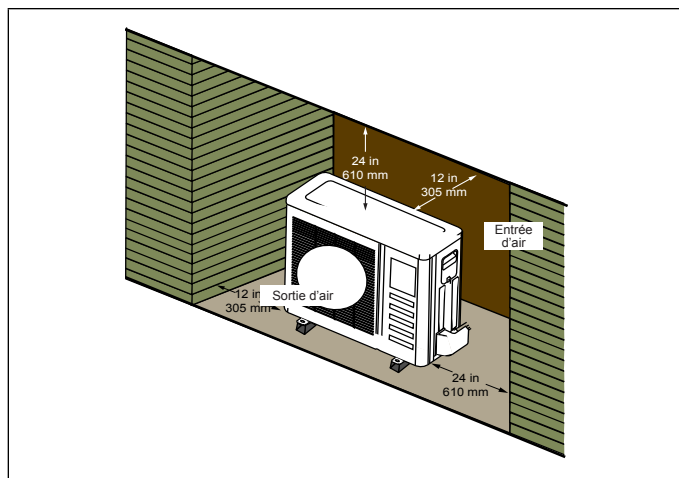

Figure 21. Unité installée dans une alcôve
- L'unité extérieure peut être installée dans une alcôve ou sous l'avancée d'un toit comme illustré à la «Figure 21. Unité installée dans une alcôve»